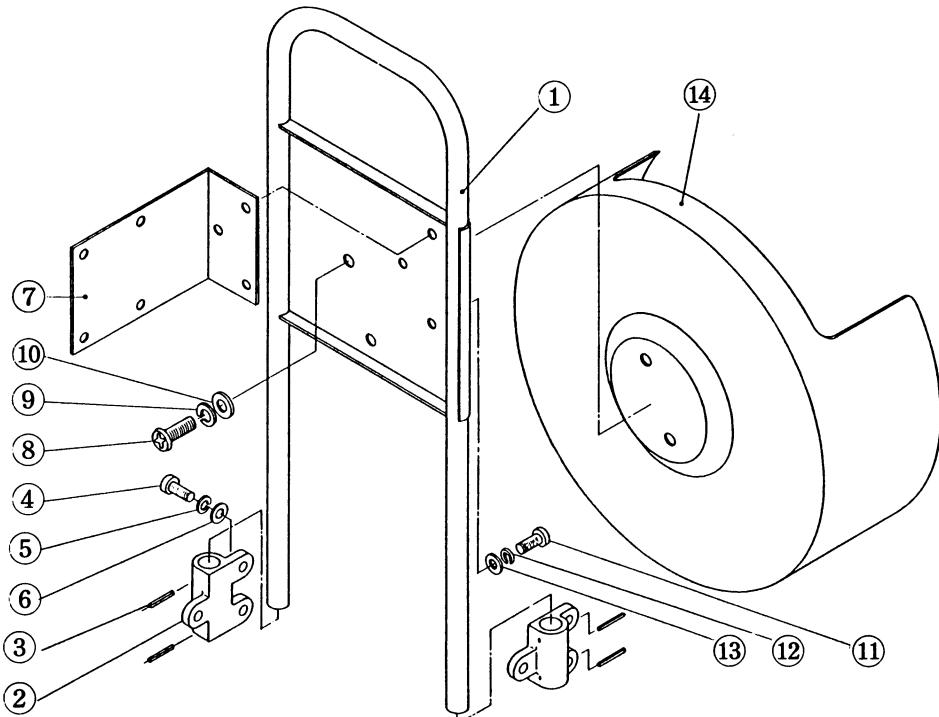

図14.8 パイプフレームアセンブリ (U2121H00)
14.8 パイプフレーム、ワイヤリールカバー (図14.8参照)